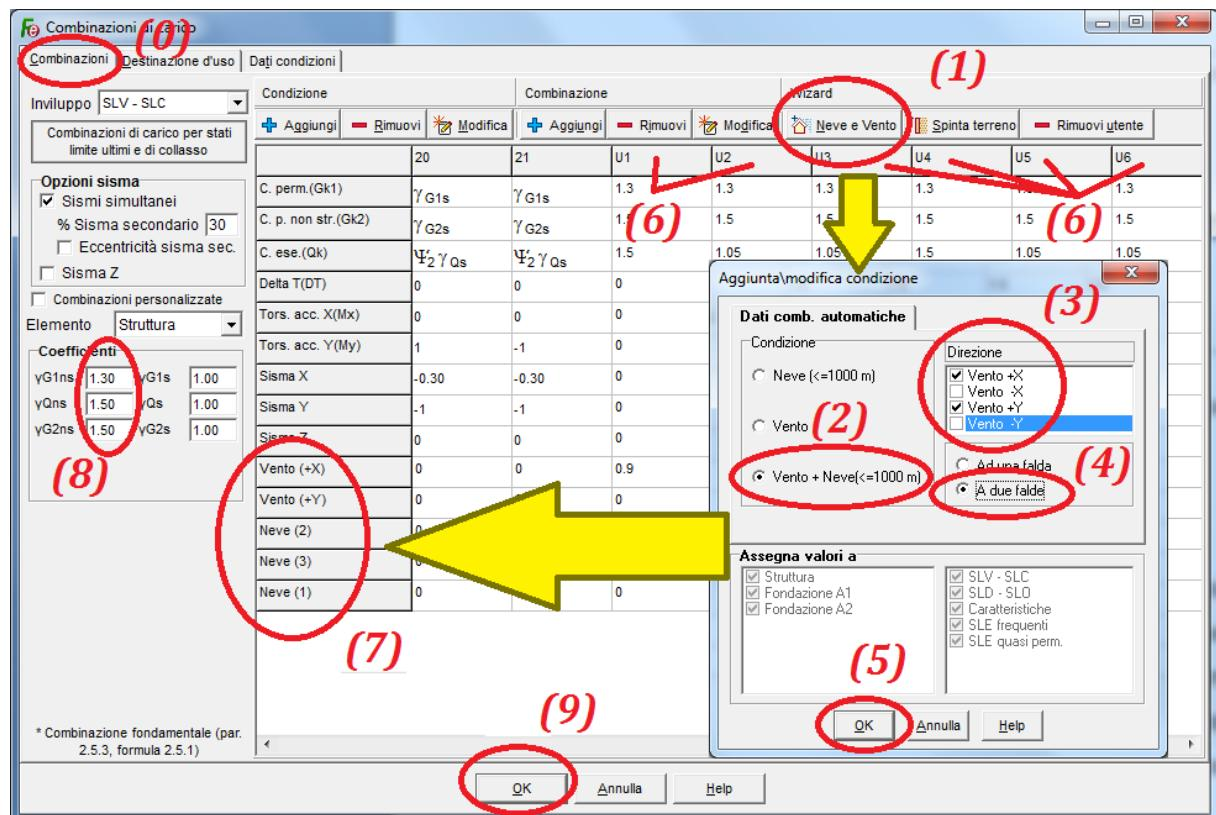

Figura 11
Con riferimento alla figura 11, per aggiungere tali azioni, di default non previste in FaTA-E, cliccare sul tasto ‘Neve e Vento’ (1) per visualizzare la finestra ‘Aggiunta\modifica condizione’ e selezionare la condizione ‘Vento + Neve (<=1000m)’ (2), le direzioni +X e +Y per il vento (3), e l’opzione ‘A due falde’ (4) così come riportato nella seguente figura.